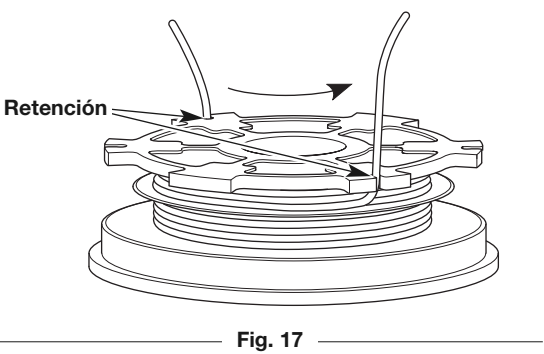

Fig. 17
3. Inserte las dos secciones de 6 pulgadas dentro de las dos ranuras de retención de 0.095 (Fig. 17).
4. Inserte las dos secciones de 6 pulgadas dentro de las dos ranura de retención de 0.095 (Fig. 17).